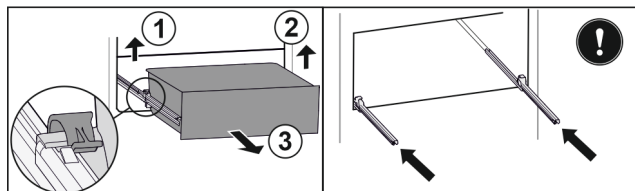

Fig. 180
- Soulever la bride gauche et tirer dans le même temps la partie gauche du tiroir vers l'avant. Fig. 180 (1)
- Soulever la bride droite et tirer dans le même temps la partie droite du tiroir vers l'avant. Fig. 180 (2)
- Retirer le tiroir par l'avant. Fig. 180 (3)